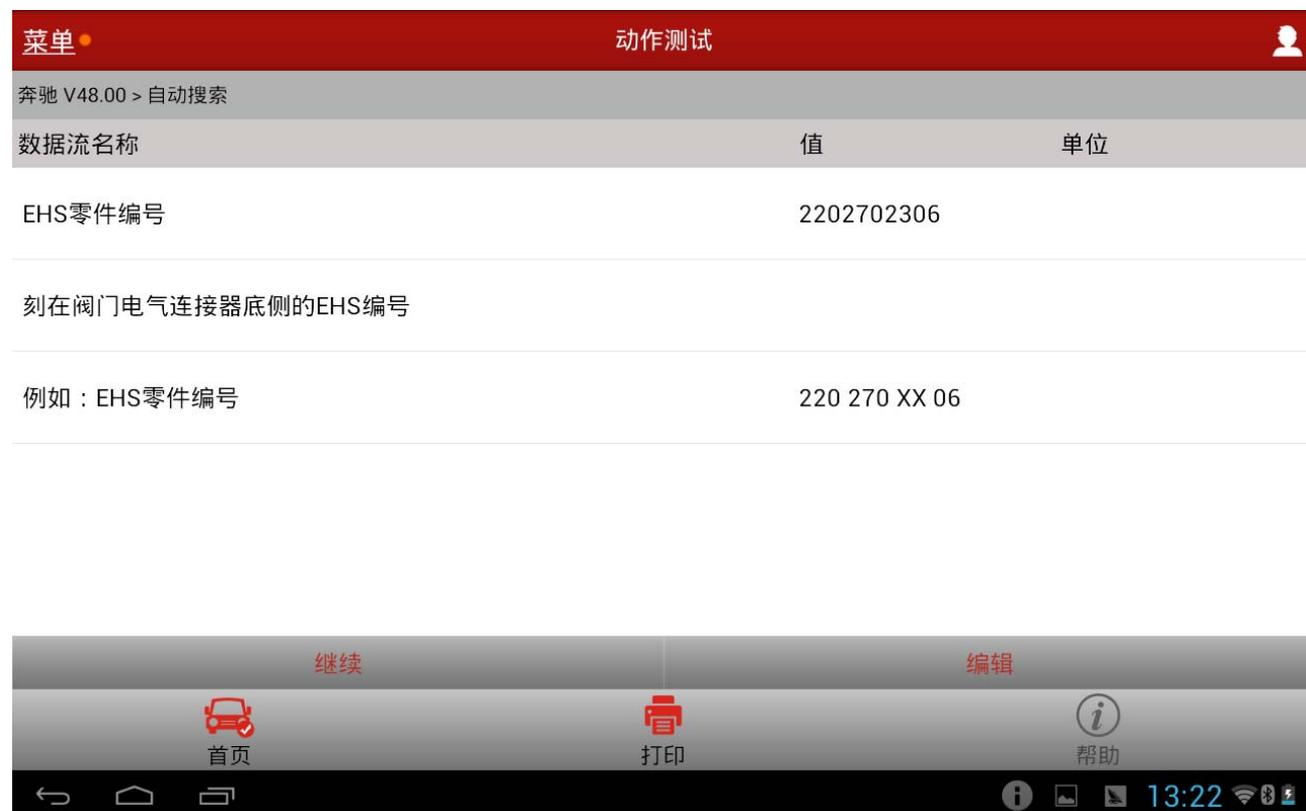

图 3
- 2). 请确认(图 3)读取的 EHS 零件编号(该编号必须与阀体上雕刻的编号一致,可从该车原控制模块读取,亦可查看阀体得到.),若显示的 EHS 零件号为空或者与实际零件号(即阀体上的编号)不符,则需点击“编辑”手动输入正确的零件编号值(该零件号雕刻于与控制模块连接的阀体的侧面)。